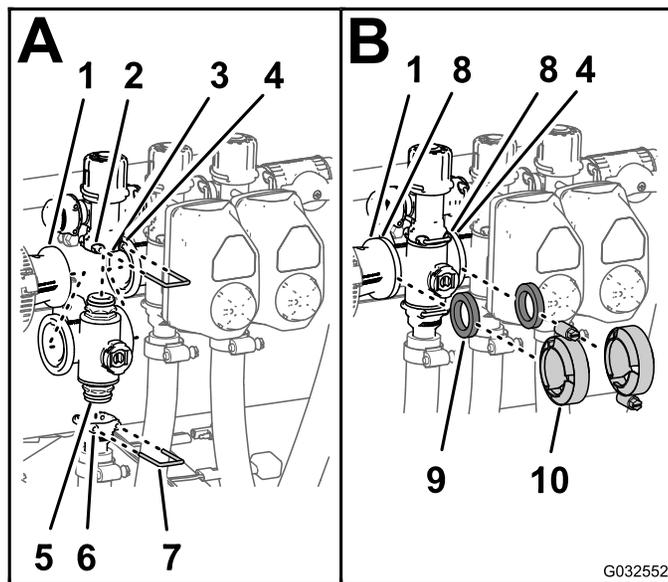

Figura 116
1. Inserite il raccordo del tappo terminale superiore della valvola del collettore nel raccordo di bypass (Figura 116 A).
2. Fissate il raccordo del tappo terminale al raccordo di bypass inserendo un fermo nella presa del raccordo di bypass (Figura 116 A).
3. Montate il raccordo di uscita sul raccordo del tappo terminale inferiore della valvola del collettore (Figura 116 A).
4. Fissate il raccordo del tappo terminale al raccordo di uscita inserendo un fermo nella presa del raccordo di uscita (Figura 116 A).
5. Allineate una guarnizione tra le flange del giunto del riduttore e il collettore della valvola di sezione (Figura 116 B).
6. Montate il giunto del riduttore, la guarnizione e il collettore della valvola di sezione con un morsetto serrato manualmente (Figura 116 B).
7. Se state montando le 2 valvole di sezione all'estrema sinistra, allineate una guarnizione tra le flange dei 2 collettori delle valvole di sezione adiacenti (Figura 116 B).
8. Montate i 2 collettori delle valvole di sezione adiacenti e la guarnizione con un morsetto e serratelo manualmente (Figura 116 B).